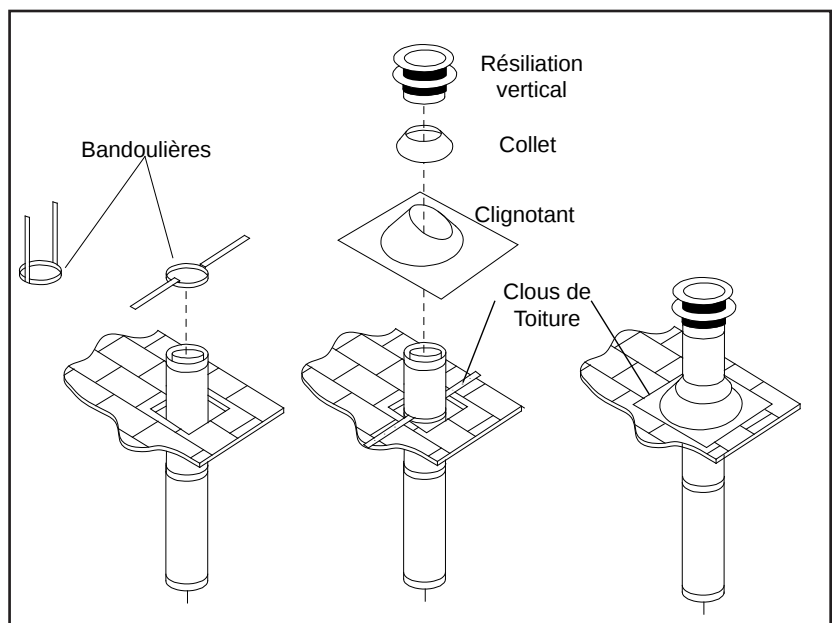

Figure 29: Ventilation verticale Installation de terminaison.
6. Une fois les sections de tuyaux ont été rejoints, et courir à travers le trou dans le toit, glisser une sangle de coude sur les sections exposées, plier les sangles de support vers l'extérieur, et pousser la sangle du coude jusqu'au niveau du toit, comme le montre la Figure 29. Serrer la pince autour de la section de tuyau. Utilisez un niveau pour se assurer que le tuyau est vraiment verticale. Avec des clous de toiture,
7. Glissez le solin par-dessus la section de tuyau en saillie à travers le toit. Fixez la base du solin au toit avec des clous de toiture. Utiliser un produit d'étanchéité non durcissant entre le bord amont de la solin et le toit. Assurer le matériau de couverture recouvre le bord supérieur du solin Comme le montre la Figure 29. Vérifiez que vous avez au moins le dégagement minimal aux matériaux combustibles à la ligne de toit.
9. Glissez le collet sur le tuyau, et le pousser vers le haut du toit clignotant comme le montre la Figure 29. Utilisez le durcissement non étanchéité autour de l'articulation entre le tuyau et le collet.